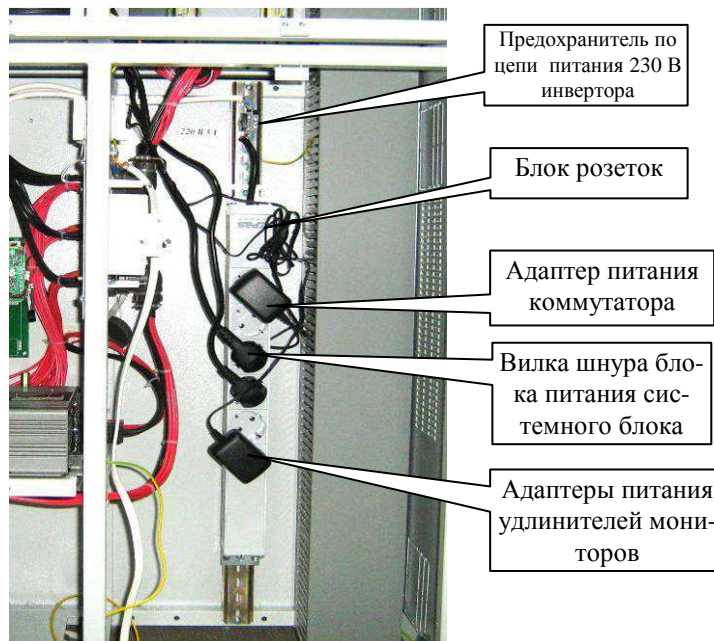

Рисунок 7.5 Подключение адаптеров питания
Подключите адаптеры питания локальных блоков удлинителей мониторов и других устройств, имеющих сетевые адаптеры питания (рис.7.5).
7.4.1 Подключение удаленных от сервера мониторов и адаптеров питания удаленных блоков удлинителей к блоку розеток цепи «220В инвертора» (рис.7.5) производится с помощью сетевого удлинителя с колодкой из несколько гнезд с заземлением третьим проводом и **сечением проводов не менее 1,5 мм2**.